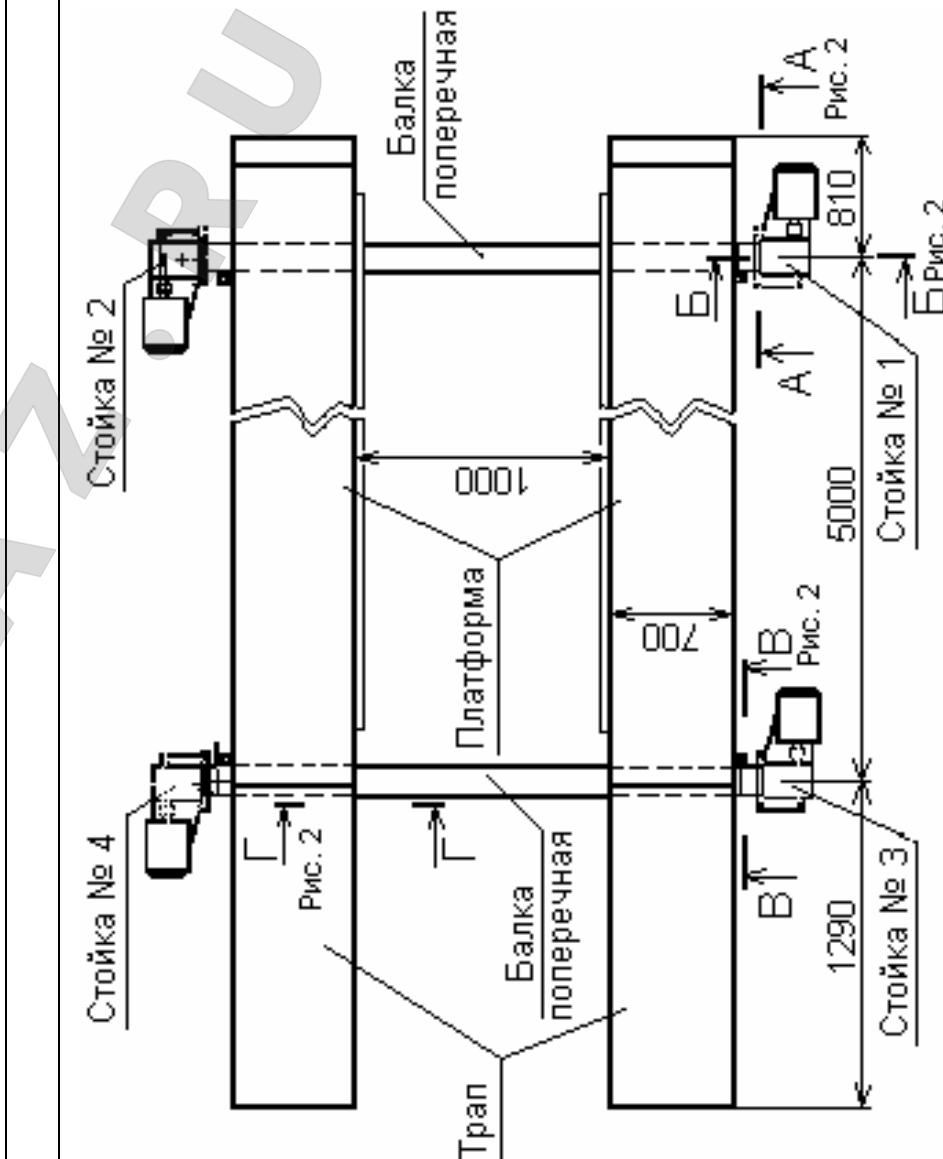
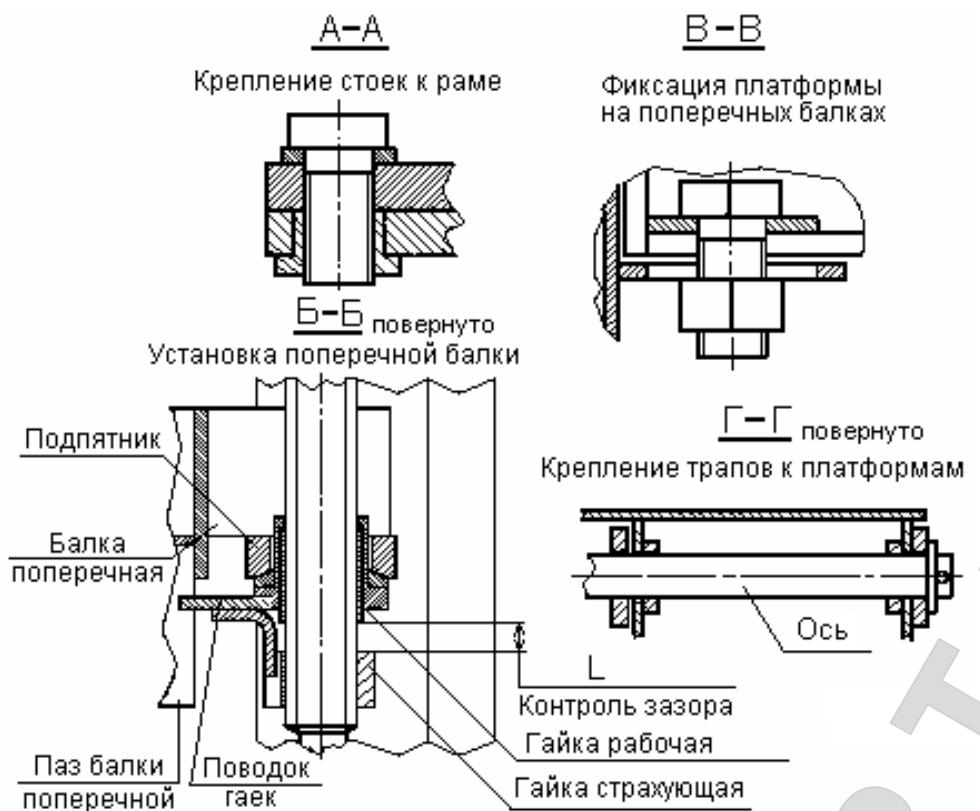

Рис. 1. Подъемник ПЛ5-30
Рис. 2. Подъемник ПЛ5-30
4.1.1. Подъемник состоит из четырех стоек 1, 2, 3, 4 (см. Рис.1 и Рис. 2), каждая из которых имеет электромеханический привод, состоящий из электродвигателя и червячного редуктора, грузовой винт, рабочую и страховую гайки, конечные выключатели верхнего и нижнего положений балок.
- 5.12. Платформы должны быть выставлены по размерам колеи автомобиля и закреплены (см. Рис.1 и Рис. 2).
- 6.1.7. Установить поводок гаек в стойках симметрично относительно направляющих, довести до упора ползунов поперечных балок в стойки и уложить их опорные поверхности на под пятники (см. сечение Б-Б на Рис. 2). При этом поводок гаек каждой стойки должен находиться в пазе поперечной балки.
- Свободные концы поперечных балок поднять и завести под них стойки № 2 и № 4, предварительно установив поводок гайки симметрично относительно направляющих, довести до упора ползунов поперечных балок в стойки и уложить их опорные поверхности на под пятники (см. сечение Б-Б на Рис. 2). При этом поводок гаек каждой стойки должен находиться в пазе поперечной балки.